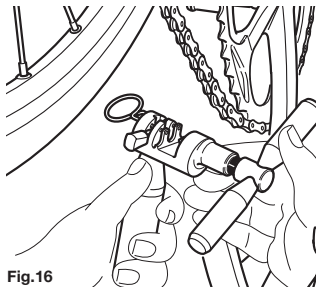

Fig.16
- Positionnez l'outil **UT-CN400** de la façon indiquée sur la **Fig. 16** (du côté extérieur de la chaîne vers le côté intérieur).